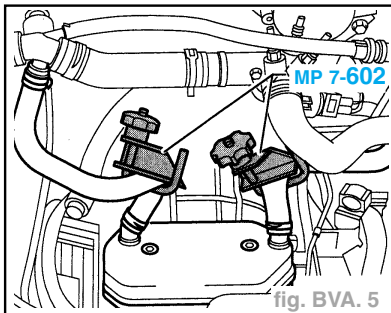

fig. BVA. 5
- Obstruer les durits du refroidisseur d'ATF au moyen du MP 7-602 et les désolidariser du refroidisseur d'ATF. (fig. BVA. 5)